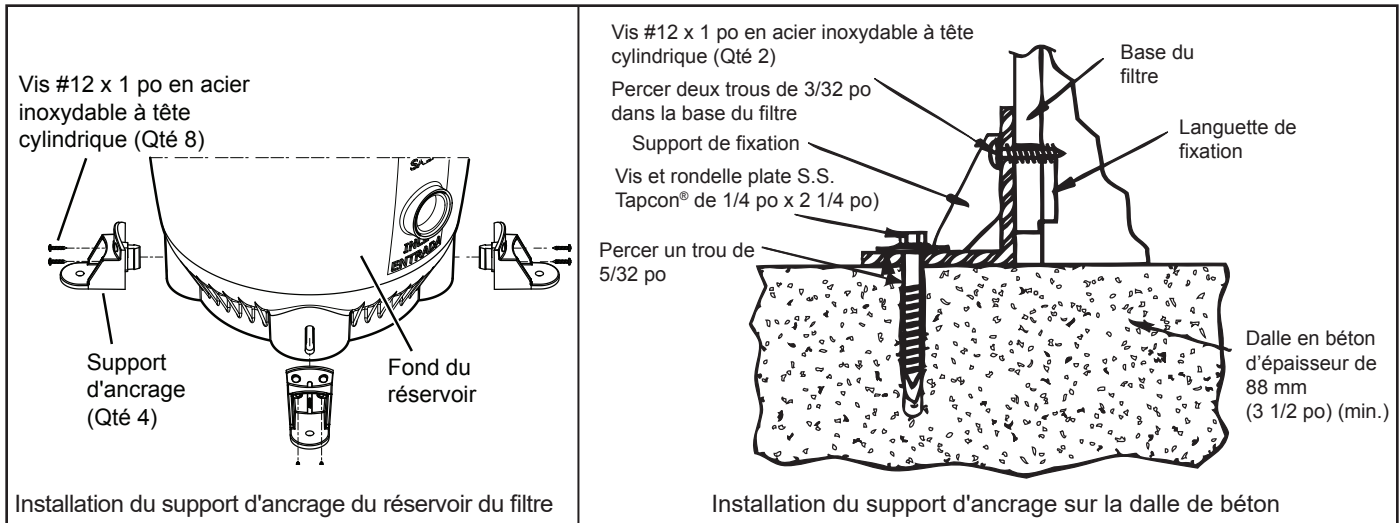

Figure 3. Installation du support d'ancrage
Installer les vis et les rondelles Tapcon sur chacun des quatre (4) supports d'ancrage pour fixer le filtre à la dalle de béton. Voir la Figure 3. **Ne pas trop serrer les vis.**